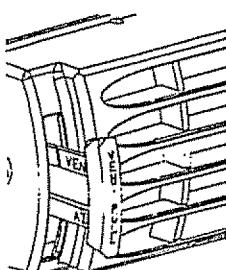

Fig. 3 (ÉVENT)
La poignée de contrôle de l'évent fait partie de l'ensemble du panneau décoratif avant (FIG. 3). La poignée doit être installée avant que le panneau décoratif ne soit mis en place. Voir illustration ci-dessous
- Pour la plupart des installations dans une fenêtre, le panneau avant devra être retiré pour accéder au filtre pour le nettoyage (figure 3) Pour enlever le panneau avant, exécutez la procédure inverse de montage, décrite dans la section "Montage de la partie avant" pour les climatiseurs à écoulement latéral.